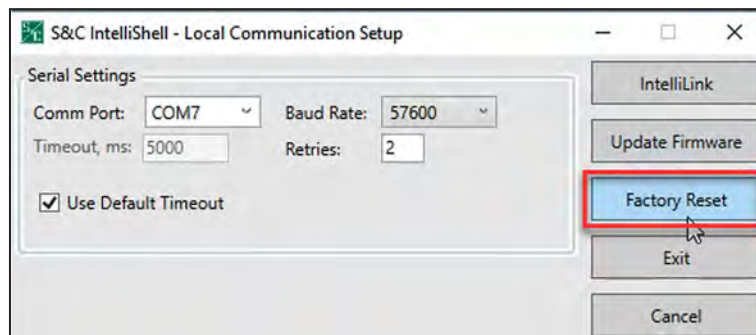

Figura 125. Botão de Rearme de Fábrica.
**PASSO 3.** Clique na opção **Factory Reset** para rodar o procedimento de **Rearme de Fábrica**. Ver Figura 125.